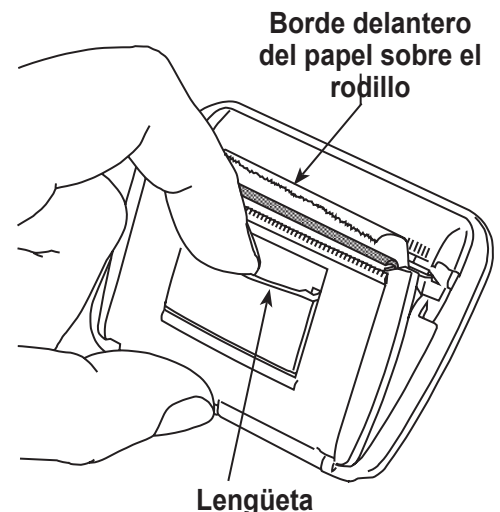

Figura 10
1. Para retirar la tapa de la impresora, tire de la lengüeta como se muestra en Figura 10.